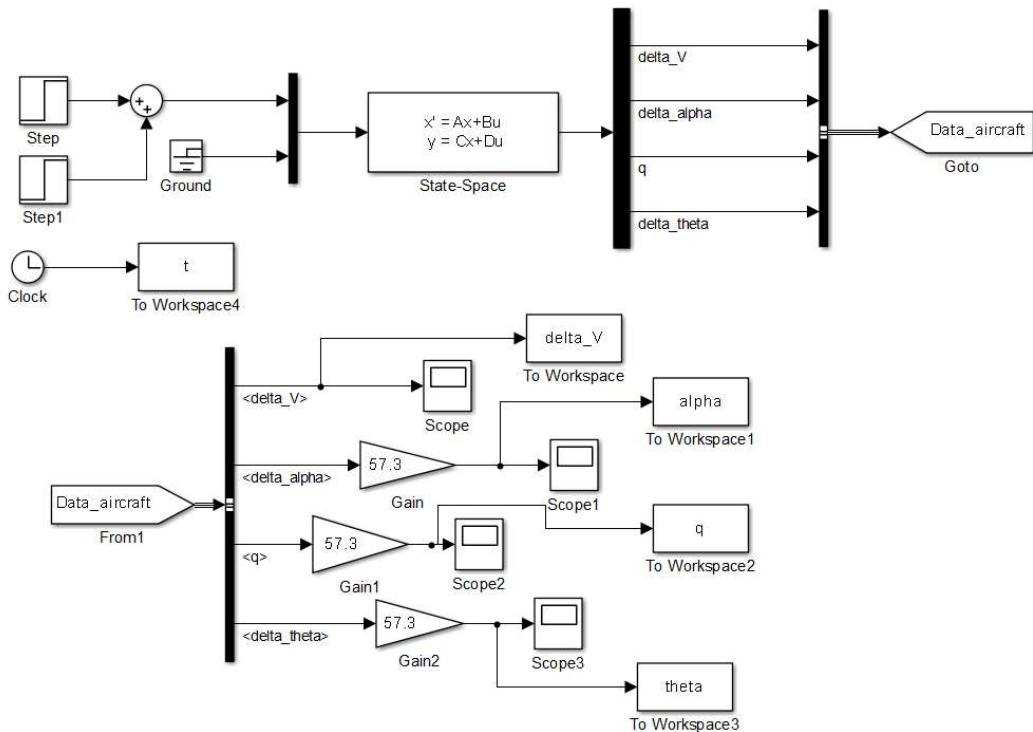

图 1 状态方程模型
1. 将上面的飞机模型用 Simulink 搭建出来, 如图 1 所示, 然后分别给升降舵和油门输入一个方波信号(幅值为 5/57.3, 宽度为 1 秒, 该方波信号可以用 `step` 模块组合获得), 观察飞机状态输出。
在 Signal Routing 库中找到 Goto 和 From 模块, 拖放到模型中构成如图 1 中的信号传输, 用 Sink 库中 To Workspace 模块将状态变量数据输出到工作空间, 并画图(横轴为时间 t)。
对一个飞机状态方程, 常见的扰动有两种, 一是输入扰动, 即如图 1 所示, 在输入口设置扰动值, 观察飞机状态变化; 二是输入设置接地 (接地一般在输入口没有输入信号时接入, 如果我们不接 ground, 让输入悬空, 会产生一些警告信息); 在状态初值中设置状态扰动(双击 state space 模块, 在弹出的对话框中的“Initial Conditions”中以行向量的形式输入状态初值, 如图 4 所示。